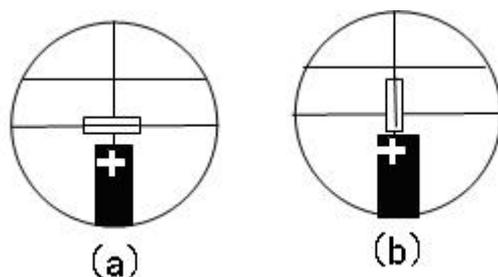

图 9 狭缝像与分划板位置
2) 调节平行光管的光轴与分光计中心轴相垂直。松开狭缝制动螺丝，前后移动狭缝，望远镜中看到清晰的狭缝像后，转动狭缝至水平状态，调节平行光管倾斜螺丝，使狭缝水平像被分划板的中央十字线上、下平分，如图 9(a) 所示。这时平行光管的光轴已与分光计中心轴相垂直。再把狭缝转至铅直位置，并需保持狭缝像最清晰而且无视差，位置如图 9(b) 所示，锁紧狭缝制动螺丝。